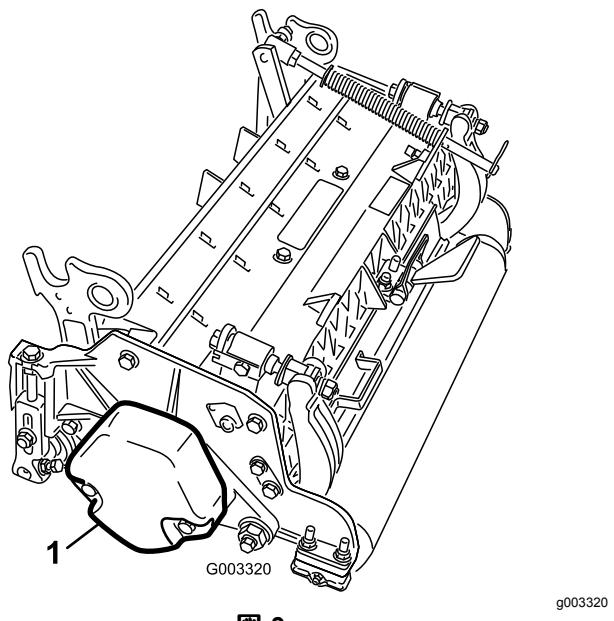

図 3
- カウンタウェイト図3を正しく取り付けるカッティングユニットのオペレーターズマニュアルを参照。